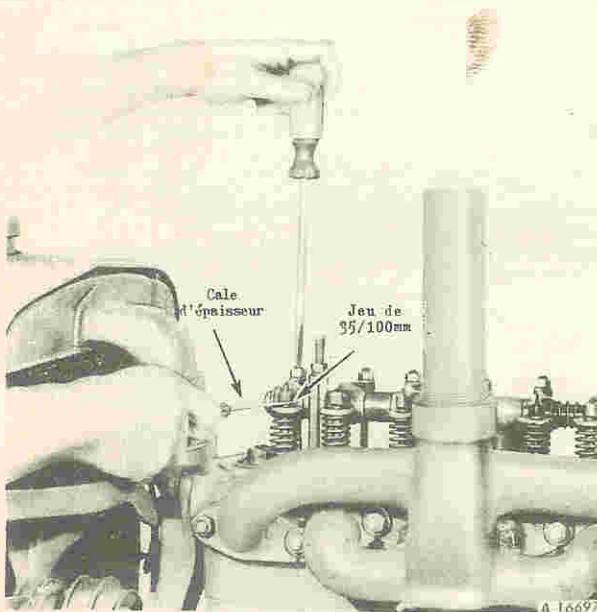

Figure 51 - Réglage des culbuteurs à la jauge d'épaisseur.
4. Desserrez le contre-écrou et réglez la vis du culbuteur de façon que la jauge glisse sans jeu entre l'extrémité de la queue de soupape et le doigt du culbuteur, voir *figure 51*.